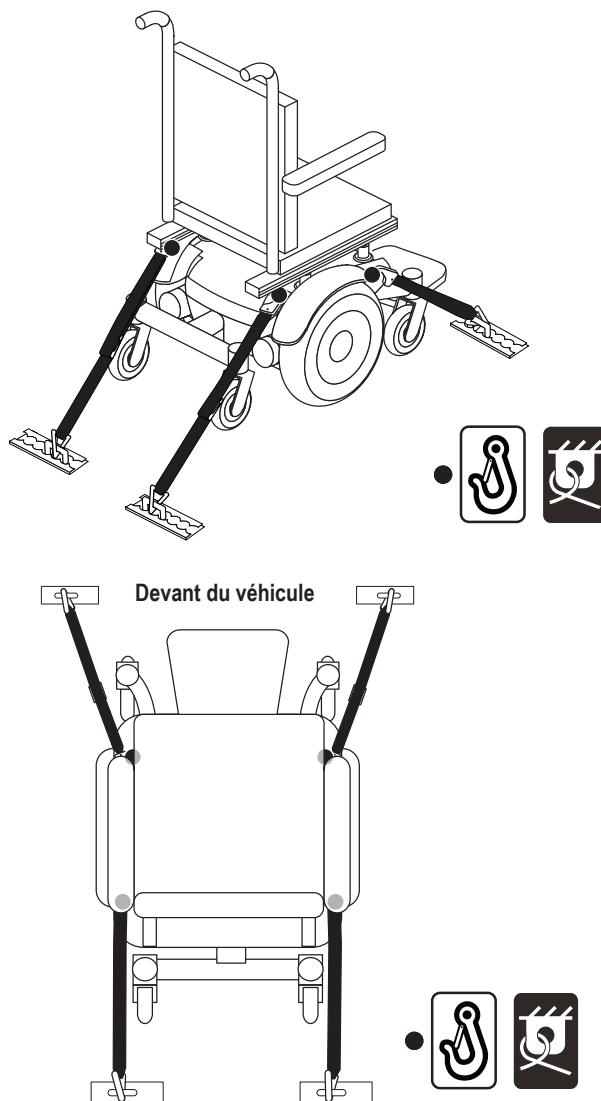

Figure 6. Points d'ancrage pour fauteuil motorisé non occupé
- Positionnez les points d'ancrage arrière des courroies directement derrière le fauteuil motorisé. Les points d'ancrage avant sont disposés plus loin de chaque côté du fauteuil motorisé afin d'augmenter la stabilité latérale. **Voir la figure 6.**